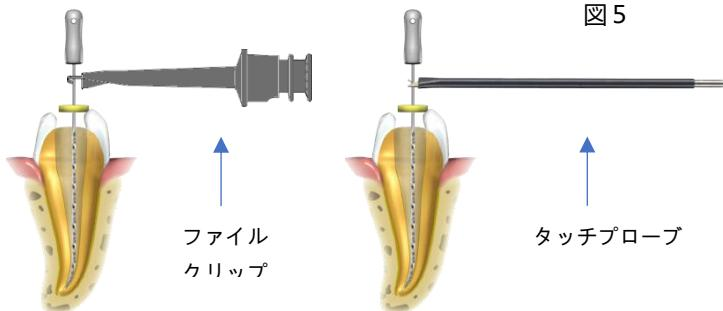
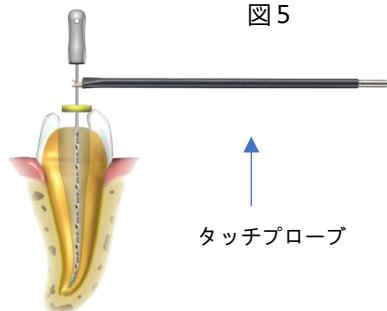

図 6
図 7
3. ファイルをゆっくりと根管に挿入し、ファイルクリップをファイルの金属製シャフトに接続します（図 6 を参照）。または、タッチプローブを使用し、歯内治療用ファイルと電気的に接触させます（図 7 を参照）。